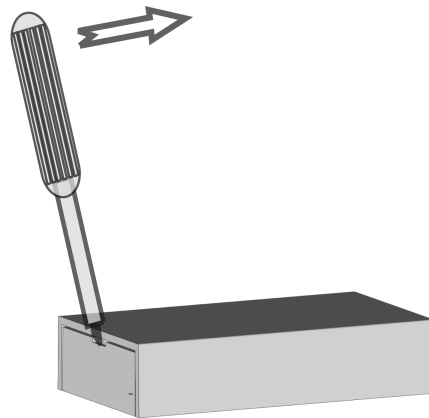

Figure 1: Ouverture du boîtier
- Ouvrir le boîtier en l'écartant. Pour ce faire, placer un tournevis plat mince dans l'encoche d'ouverture (Figure 1) et effectuer un mouvement de levier, de façon à franchir les deux ergots.